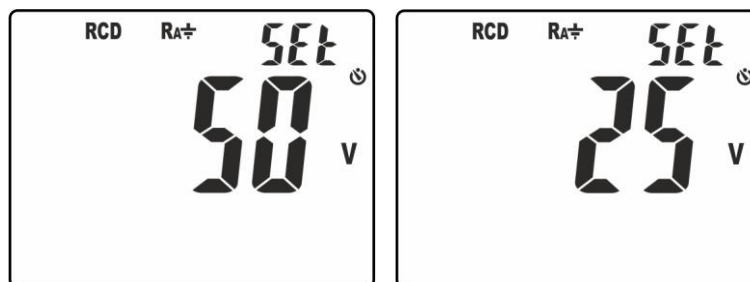

Fig. 5: Configuración límite sobre la tensión de contacto
2. Manteniendo pulsada la tecla **▼/☞** encienda el instrumento girando el selector. La pantalla de Fig. 5 – parte izquierda aparece en el visualizador con el símbolo “Set” parpadeante